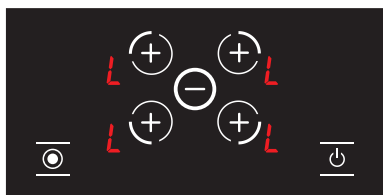

Рисунок 22
1. Когда варочная панель включена и блокировка клавиатуры активна, **L** будет отображаться на весь экран. (см. Рисунок 22) Если какая-либо из конфорок горячая, значки **L** и **H** будут показаны по очереди. Только кнопку **П** можно использовать для включения и выключения варочной панели.